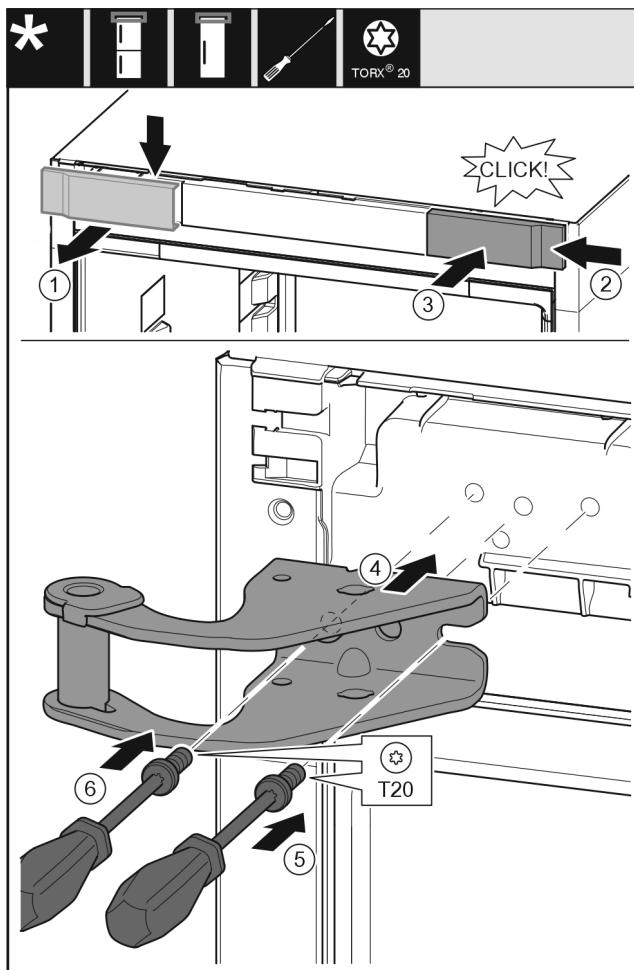

Fig. 14
- Hiqni kapakun mbulues Fig. 14 (1) nga lart duke e tërhequr përparrë.
- Futni kapakun mbulues Fig. 14 (2) të rrotulluar me 180°, në anën tjetër nga e djathha.
- Mbërtheni në vend kapakun mbulues Fig. 14 (3).
- Vendosni bazamentin mbështetës të sipërm Fig. 14 (4).
- Vendosni vidën Fig. 14 (5) me një kaçavidë dhe shtrëngojeni fort.
- Vendosni vidën Fig. 14 (6) me një kaçavidë dhe shtrëngojeni fort.